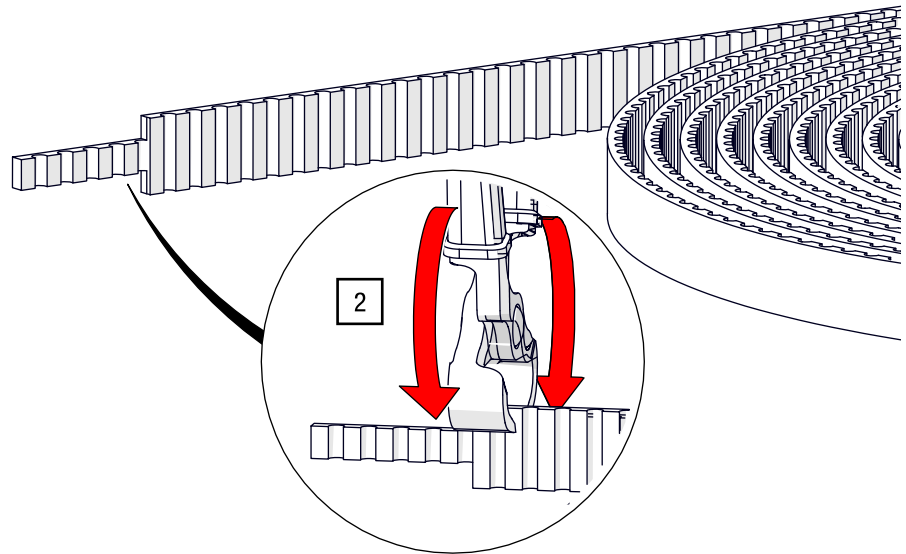

Abb. 76: Zahnriemen schneiden – Riemen entlang der Markierung abschneiden
2. Schneiden Sie mit einer Kneifzange zunächst entlang des Riemen, bis Sie an dem Ende der Markierung nach 70 mm ankommen und anschließend quer zum Drahtgeflecht (siehe Abb. 76).
- Schneiden Sie anschließend das Ende wieder ein entsprechend Abb. 76.